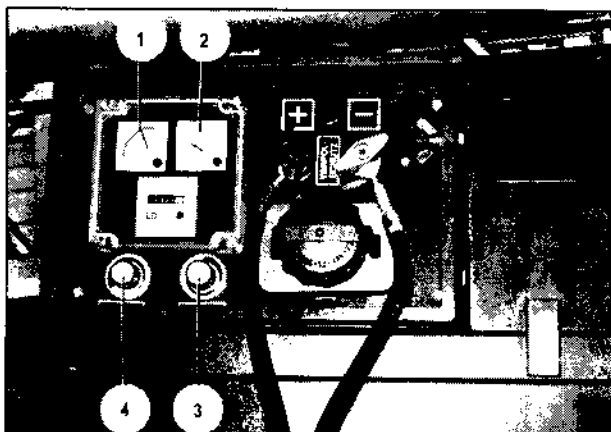

Bild 71
3. Mit Drehknopf (Bild 71/3) Strombegrenzung auf Minimum einstellen.
4. Ladespannung, ablesbar am Spannungsmessgerät (Bild 71/1), mit Drehknopf (Bild 71/4) gemäß nachfolgender Tabelle einstellen.
7. Mit Drehknopf (Bild 71/3) Ladestrom, ablesbar am Strommessgerät (Bild 71/2), auf 40 A einstellen.
9. Ladespannung mit Drehknopf (Bild 71/4) auf Maximum stellen und so lange laden, bis **in der Kabine** eine Spannung von 27,6 V angezeigt wird.